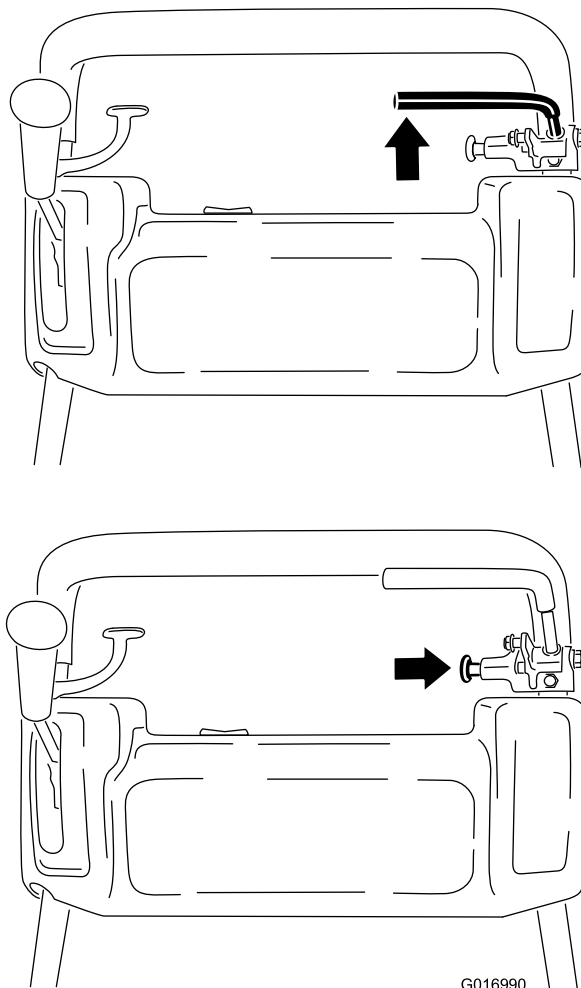

Figura 31
1. Inserite il freno di servizio, premete la manopola del freno di stazionamento in modo che il freno di servizio poggia sul perno del freno di stazionamento (Figura 31)..